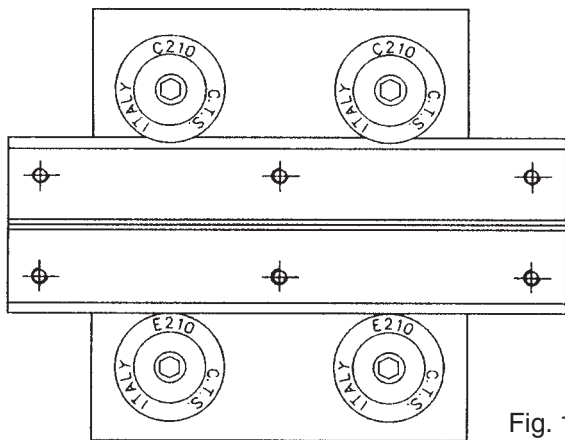

Fig. 1
- 2) Montare le altre due rotelle eccentriche, contrassegnate dalla lettera "E", sul lato opposto e posizzionarle, tramite una chiave a brugola, nel punto di maggior gioco (fig. 1).